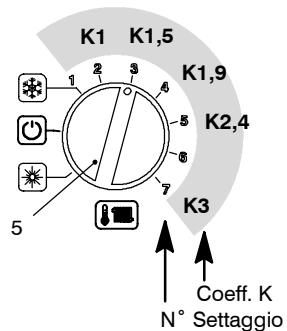
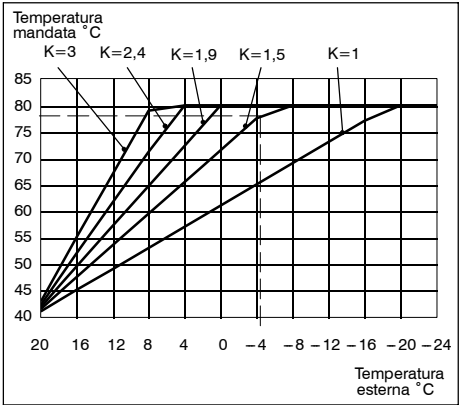
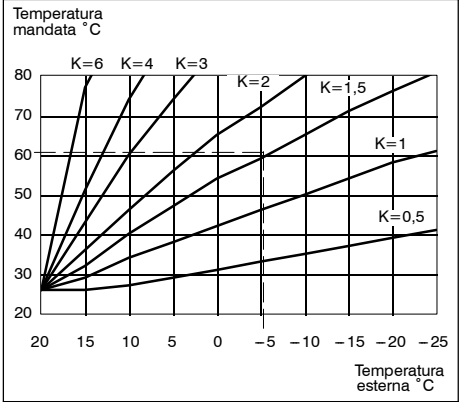

fig. 5.23
fig. 5.21
fig. 5.22
Es. Per avere una temperatura di mandata all'impianto di riscaldamento di 60 °C con una esterna di -5 °C si deve settare un K di 1,5 (linea tratteggiata in fig. 5.22)
Quando si installa la sonda esterna bisogna impostare questo parametro in base al rendimento dell'impianto di riscaldamento per ottimizzare la temperatura di mandata (fig. 5.21 settaggio senza remoto collegato) (fig. 5.22 settaggio con remoto collegato).
Es. Per avere una temperatura di mandata all'impianto di riscaldamento di 78 °C con una esterna di -4 °C si deve settare un K di 1.5 (linea tratteggiata in fig. 5.21)
- 1 Ruotare la manopola regolazione temperatura riscaldamento 5 in fig. 5.23 e posizionarla nel valore di K desiderato (fig. 5.21) (fig. 5.23 es. manopola settata per K1,5)